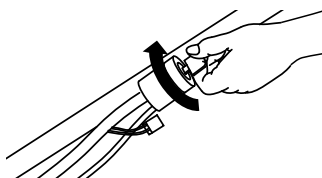
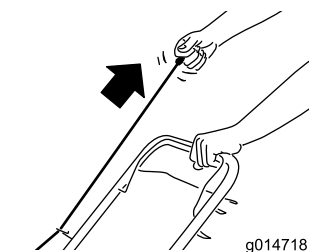

Figura 16
Figura 17
2. Introduzca la llave en el arranque eléctrico (si está instalada) y gírela (consulte Figura 16) o tire del arrancador de retroceso (Figura 17).